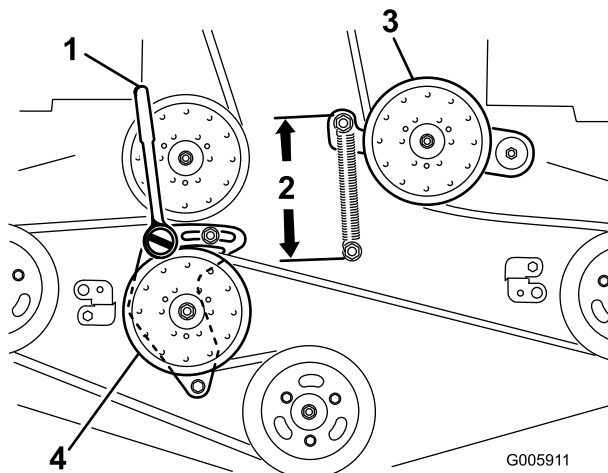

Figura 51
4. Allentate il braccio di rinvio fisso e regolatelo per ridurre la tensione della cinghia (Figura 51).
7. Inserite nel foro quadrato del braccio di rinvio fisso un cricchetto provvisto di una breve prolunga, o una barra idonea (Figura 51).
9. Per aumentare la tensione della cinghia, girate in senso antiorario il cricchetto, o la barra idonea, al fine di spostare il braccio di rinvio fisso fino ad ottenere una distanza di 16,5 cm tra i ganci della molla (Figura 51).